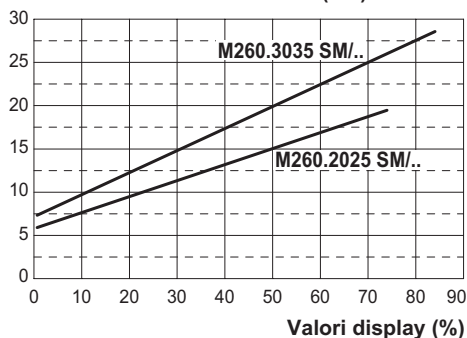
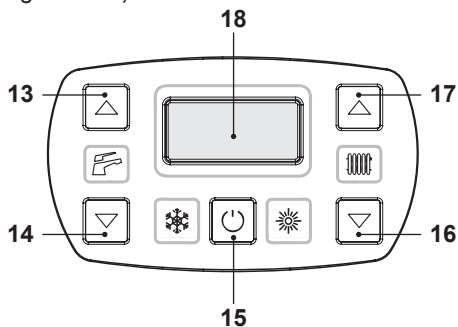
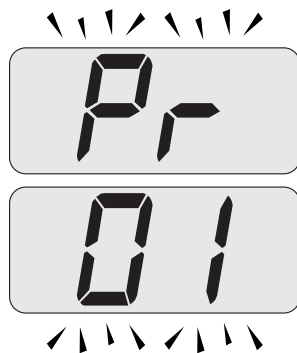
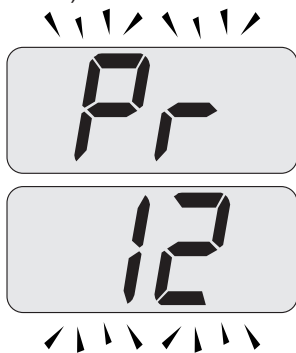

Figura 7.9
Figura 7.13
Figura 7.14
Figura 7.15
Il grafico in Figura 7.9 rappresenta come varia la potenza utile della caldaia in riscaldamento al variare del valore impostato nella scheda comando.
- Entrare in "modalità programmazione" premendo contemporaneamente per 10 secondi i tasti 15 - 16 - 17 (Figura 7.13) fino a far apparire sul display LCD le lettere **Pr** che si alternano con il codice **01**, indicanti l'entrata nel "parametro 01" (Figura 7.14).
(Figura 7.15).
- Premere contemporaneamente i tasti 15 e 17 (Figura 7.13) fino a far apparire sul display LCD il valore del parametro 12 (Figura 7.16) (74=M260.2025 SM/M o 84=M260.3035 SM/M).
- Utilizzando i tasti 16 o 17 (Figura 7.13) è possibile modificare il valore del parametro 12 (riferirsi al grafico Figura 7.9 per determinare il valore corretto in funzione della potenza utile di riscaldamento).
- Premendo il tasto 15 (Figura 7.13) si ottiene la conferma del valore inserito.
- Premendo contemporaneamente i tasti 15 e 16 (Figura 7.13) si esce senza modificare il valore (ritorno alla lista parametri Figura 7.15)
- Premendo contemporaneamente per 10 secondi i tasti 15 - 16 - 17 (Figura 7.13) si esce dalla "modalità programmazione".